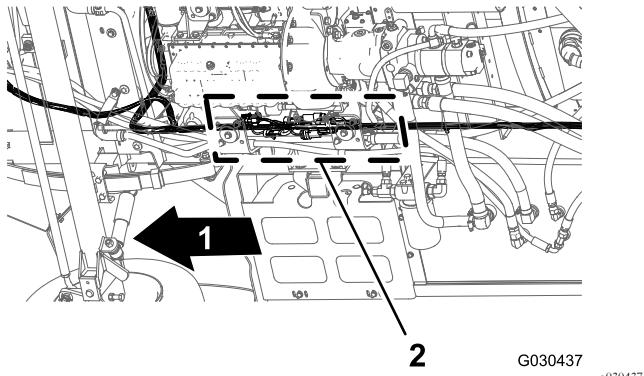

图 104
- 沿着机器下方的右机架管找到机器前后线束的电气接头 图 104。